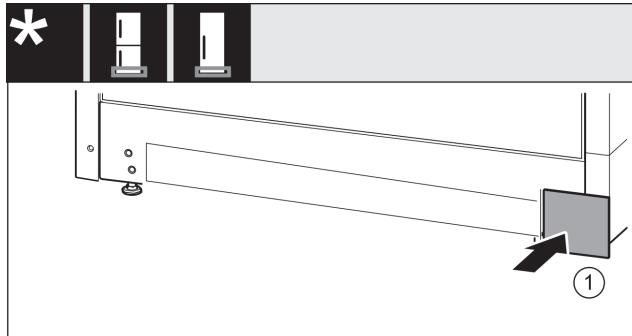

Fig. 27
- Abdeckung Fig. 27 (1) auf der anderen Seite wieder aufsetzen.